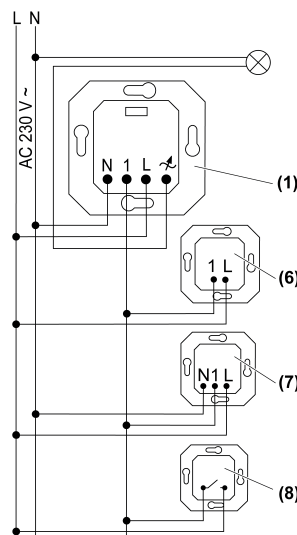

Figure 2: Schéma de raccordement avec postes auxiliaires en option
- (1) Mécanisme encastré
- (6) Mécanisme de poste auxiliaire bifilaire
- (7) Mécanisme de poste auxiliaire trifilaire
- (8) Poussoir d'installation, contact à fermeture
- Raccorder le mécanisme encastré conformément au schéma de raccordement (figure 2).
- Monter le cadre (2) et la garniture (3).